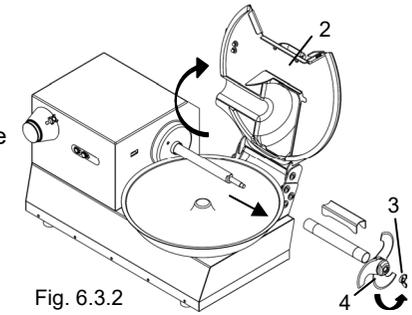

Fig. 6.3.2
- Alzare il coperchio "2" Fig. 6.3.2.
- Svitare il dado ad alette di bloccaggio del mozzo portacoltelli "3" Fig. 6.3.2.
- Sfilare il mozzo portacoltelli "4" Fig. 6.3.2 dall'albero .
- Sfilare dalla sede il coperchio "2" Fig. 6.3.2 fino a rimuoverlo.
N.B: Per non rischiare di incorrere in infortuni accidentali, rimuovere il coperchio solamente dopo aver sfilato dall'albero il mozzo portacoltelli "4" Fig. 6.3.2.